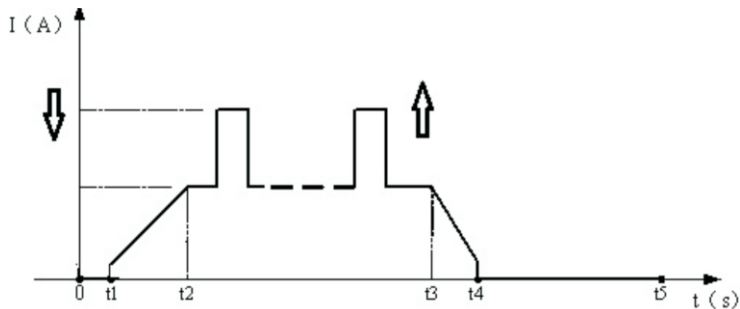

Рис. 4
1. Работа в режиме 2Т (рис. 4).